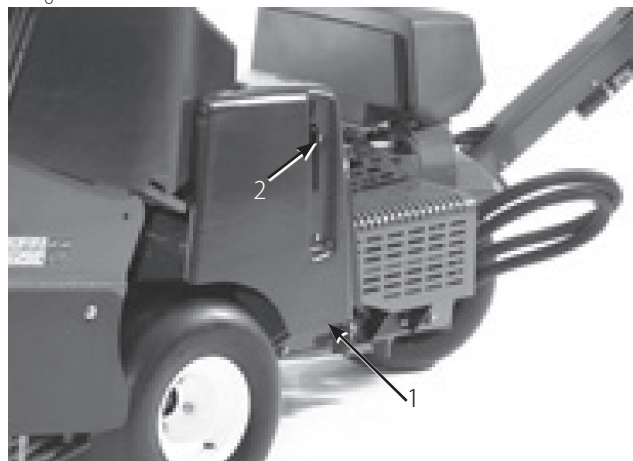

図 8
1. 1/4 x 1in キャップスクリュをベルト・カバーのラッチ・レバーに通し、1/4 ロックナットで固定する (図8 と 9)